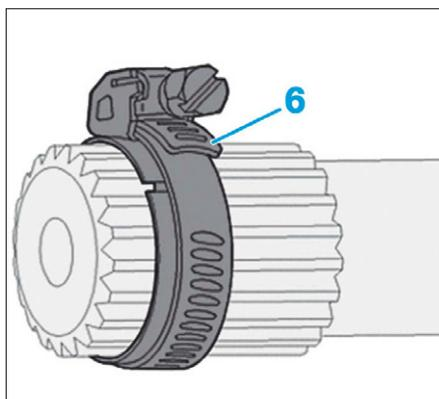

FIG. 10
- un collier de serrage (6) sur le circlip pour faciliter l'emmanchement du bol (3) (Fig.10).